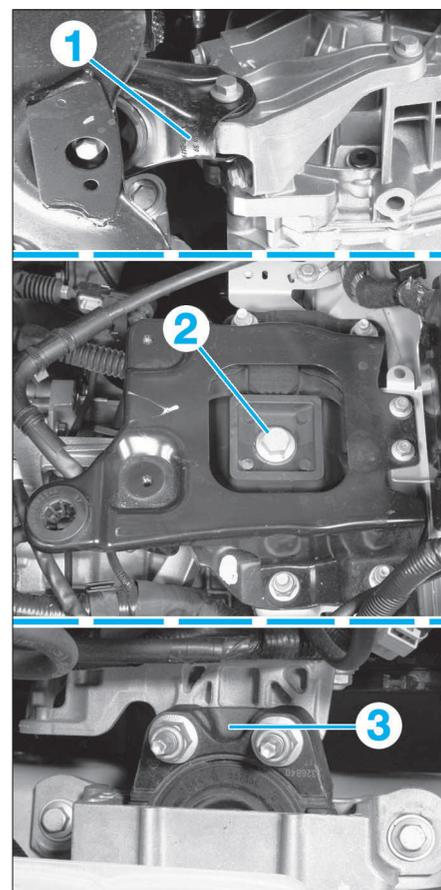

FIG. 58
- le support moteur antibasculement (1) (Fig.58).
- le support moteur de boîte de vitesse (2) (Fig.58).
- le support moteur droit (3).